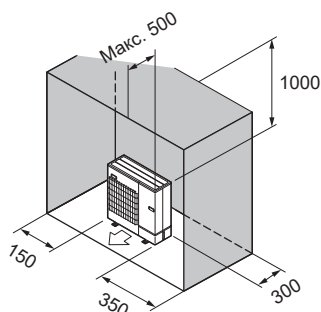

Fig. 2-12
- ⑥ Окружающие предметы - только сзади, с боковых сторон и сверху (Fig. 2-12)